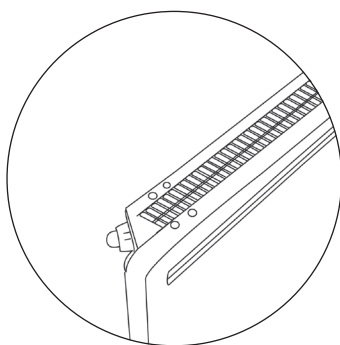

Figura 7
- Gire el convector al revés (Figura 7)